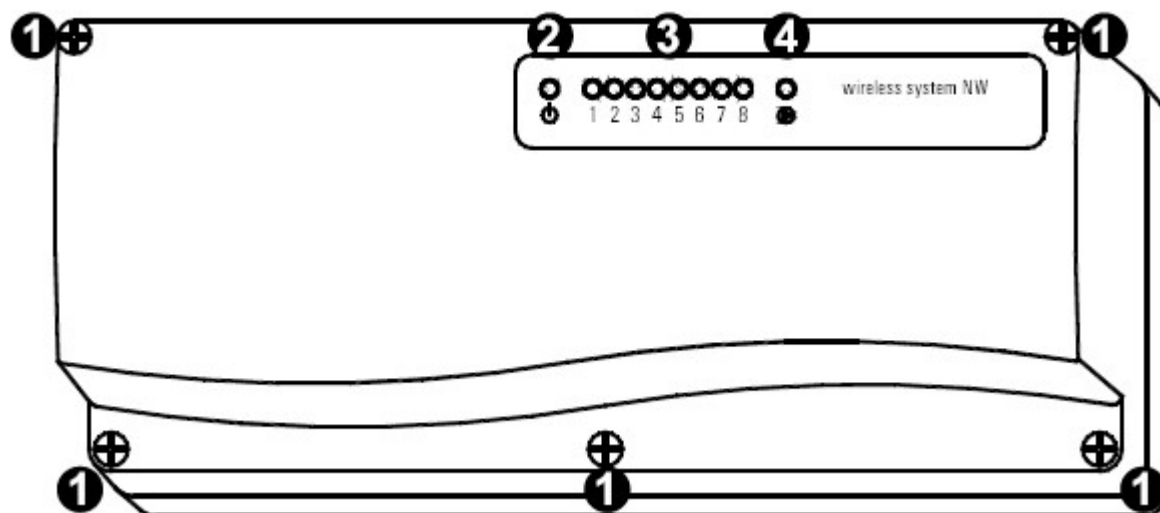

Fig. 1: Trådløs 8-kanals styringssentral, type DLP 841 M
På frontpanelet (fig 1) er det 10 lysdioder.
- Skruv opp de 5 skruvene (1, fig1) og ta av frontpanelet.